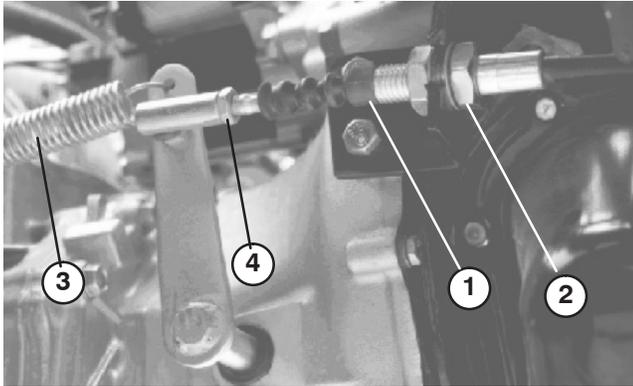

Bild 60
1. Lösen Sie die Klemmmuttern, mit denen das Kupplungskabel an der Halterung am Glockengehäuse befestigt ist (Bild 60).